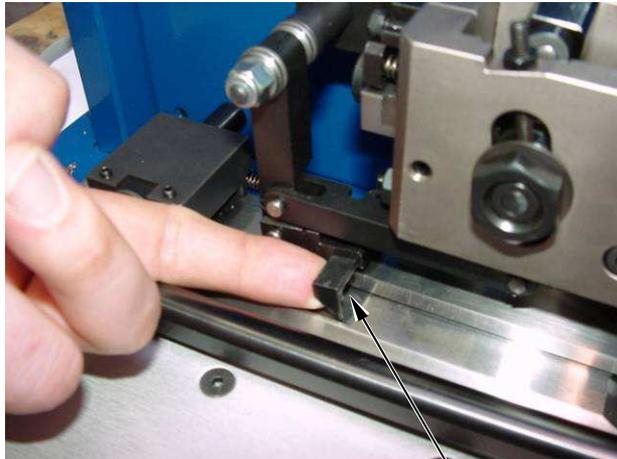

Bild 4
4. Heben Sie den Vorschubfinger [1] manuell an, um das Produktband weiter vorschieben zu können (siehe Bild 4).